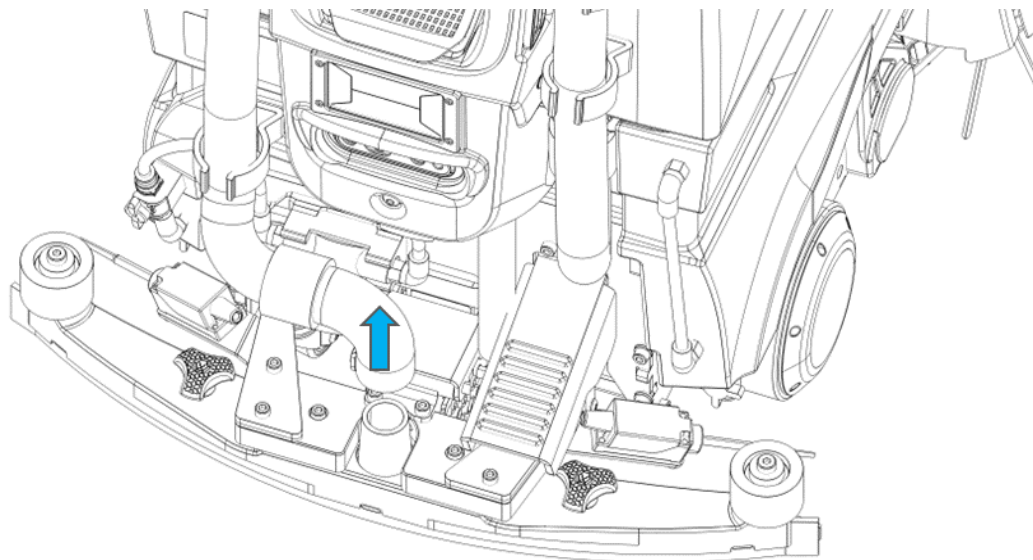

FIGURE 10-15
1. Retirez le tuyau d'aspiration (Fig. 10-15), en gardant un chiffon à portée de main en cas de déversement d'eau sale.